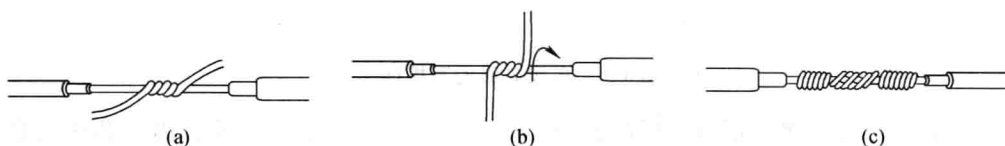

图 1-4 单股芯线的直接连接
单股芯线直接连接的方法步骤如图 1-4 所示。
(1) 将两根导线线芯以 X 形拧绞在一起,如图 1-4(a)所示。
(2) 让两线头相互绞绕 2~3 圈后扳直,如图 1-4(b)所示。
(3) 将两线端分别贴紧芯线绕 7~8 圈后,再用钢丝钳剪去多余的芯线,并剪平多余芯线末端,如图 1-4(c)所示。